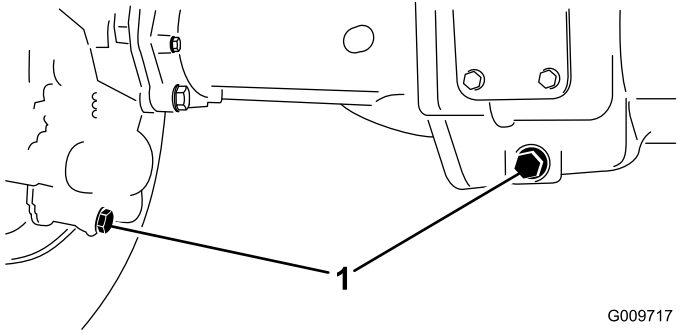

Figura 66
2. Limpie la zona alrededor de los tres tapones de vaciado, uno en cada extremo y uno en el centro (Figura 66).